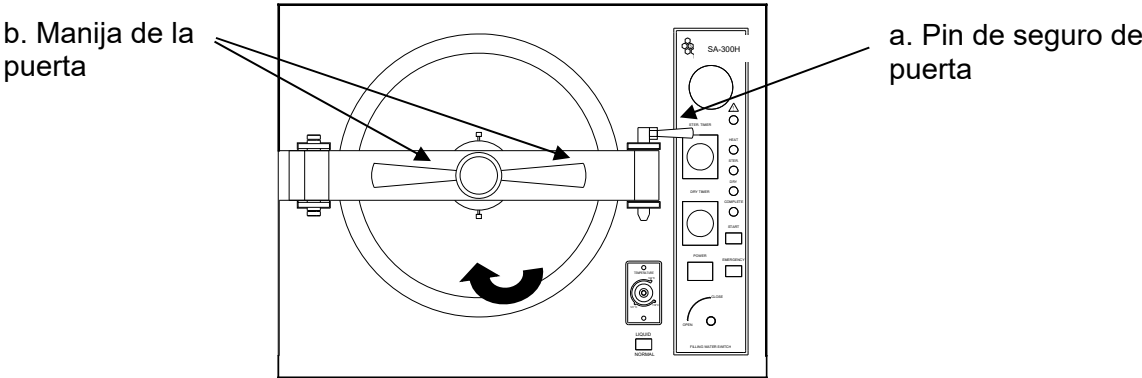

Figura 22
- E. Presione el interruptor de "POWER" (ENERGÍA) en la posición de encendido ON "I", la luz indicadora de energía se debe iluminar con un sonido corto. La luz indicadora de "DOOR" (PUERTA) se apagará. (Consulte la Figura 22)